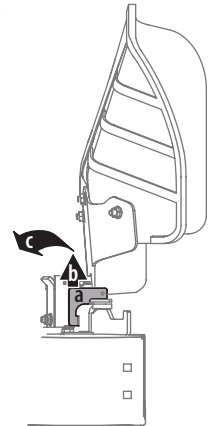

Figure 14
1. La goulotte est livrée attachée et avec un support d'arrêt tenant la goulotte en position verticale. Le support d'arrêt doit être retiré avant d'utiliser le tracteur. Voir Figure 14.
2. En tenant le déflecteur de goulotte complètement vers le haut, retirez le support d'arrêt (voir Figure 14) :